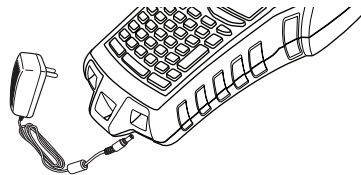

Figure 2
1. Branchez l'adaptateur dans le connecteur d'alimentation situé au bas de l'imprimante. Voir Figure 2.